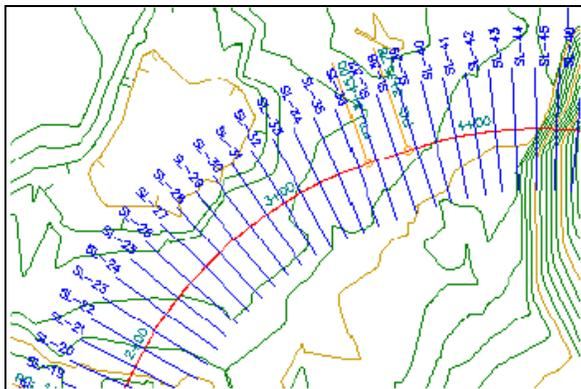

Рис. 1.8. Группа объектов Ось сечения
*Сечения (рис. 1.8).* Сечения или поперечные сечения являются разрезами линейного элемента поперек на определенном расстоянии слева и справа от осевой линии. Сечения обычно выбираются на заданных пикетах вдоль трассы в плане для дороги. При редактировании трассы происходит обновление сечений. Сечения располагаются на линиях выборки, проходящих поперек трассы. Оси сечения имеют собственные стили и могут быть снабжены метками. Набор осей сечений образует именованную коллекцию, называемую группой осей сечений.